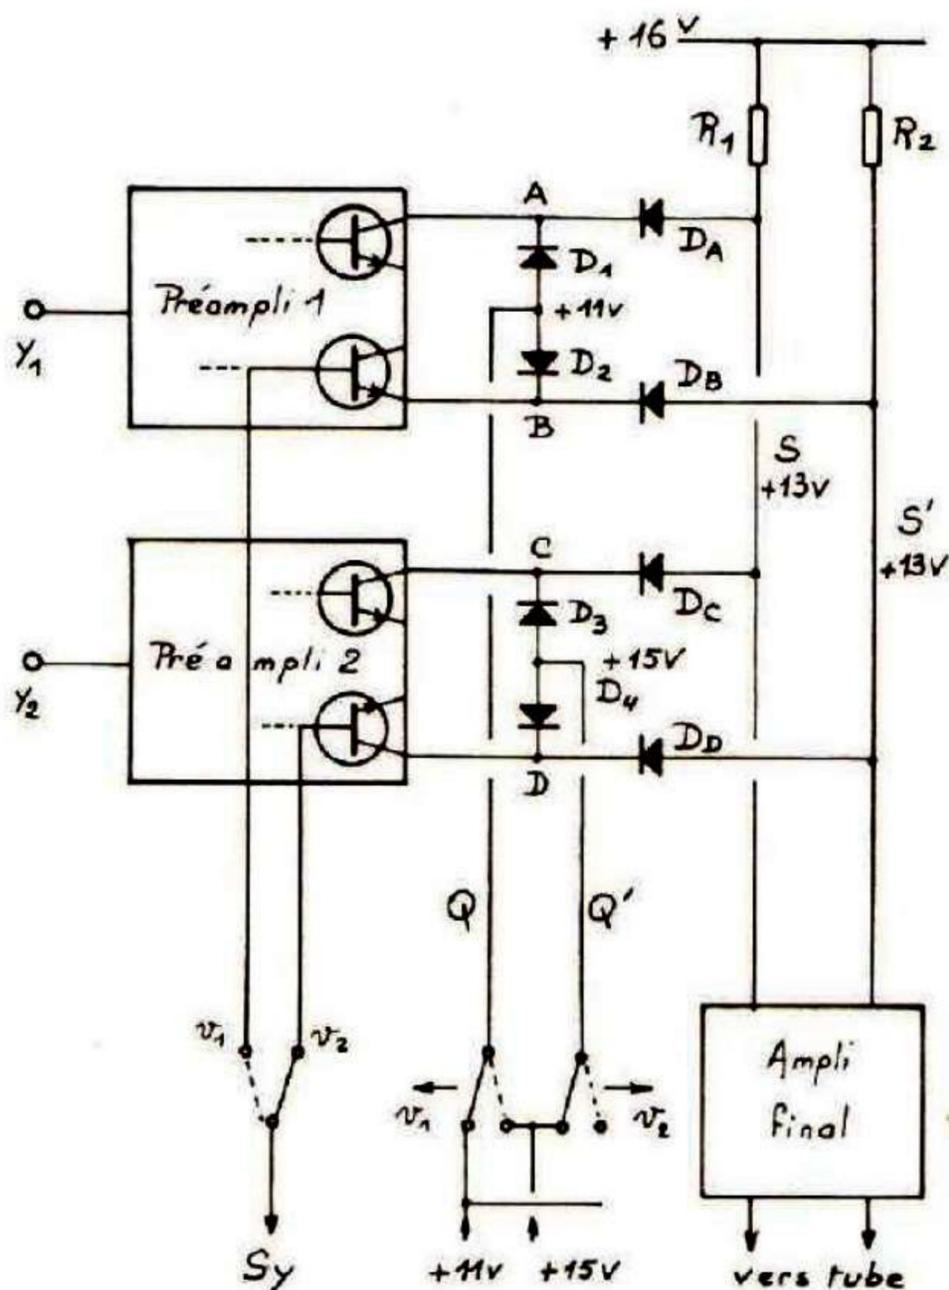

Fig. 4. - Commutateur à diodes.
est très simple : c'est un commutateur à diodes ! (voir fig. 4).
1. Commande manuelle (voir fig. 4)